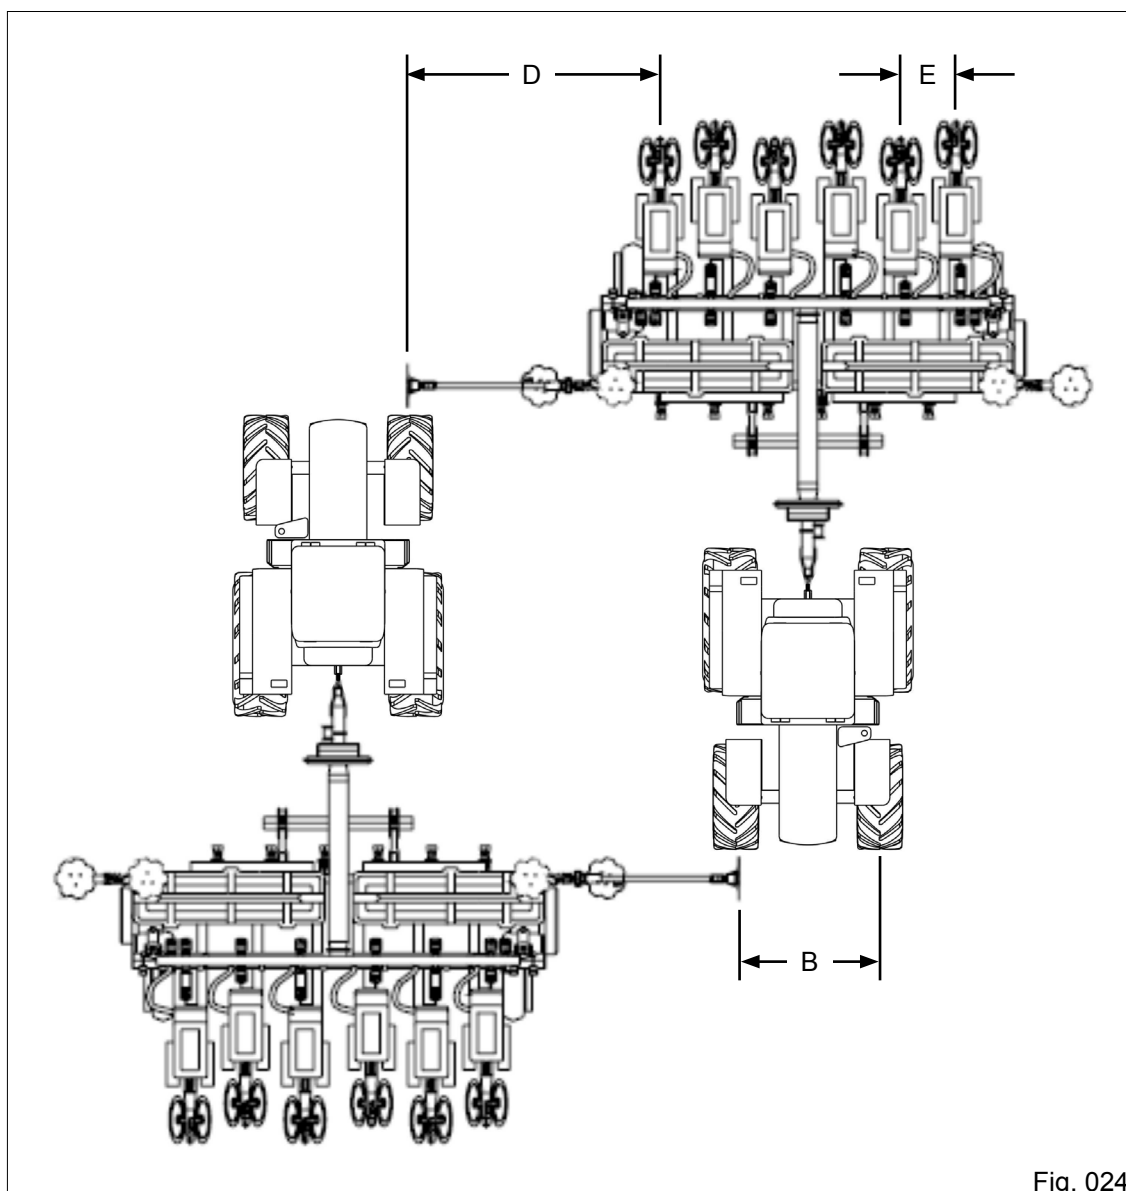

Fig. 024
Para efetuar a regulagem do marcador de linhas, é importante que mantenha na mesma medida a bitola dianteira e traseira do trator "B" e defina o espaçamento entre linhas de plantio "E" (Fig. 024).
- Para obter a medida "D" caminhe com a plantadora por alguns metros, meça a distância entre o centro do rastro do trator e o centro da primeira linha de semente (Fig. 024).
- Afrouxe as porcas do grampo de fixação da haste do marcador, a seguir desloque-a até a posição "D" (Fig. 024). Fixe o grampo novamente.